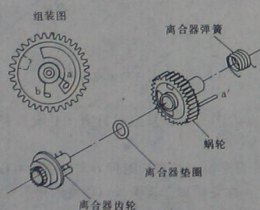

图 1-56 蜗轮、离合器齿轮、离合器垫圈和离合器弹簧的组装
2) 参照图 1-56, 组装蜗轮、离合器齿轮、离合器垫圈和离合器弹簧, 使 a' 与 a 相对应。